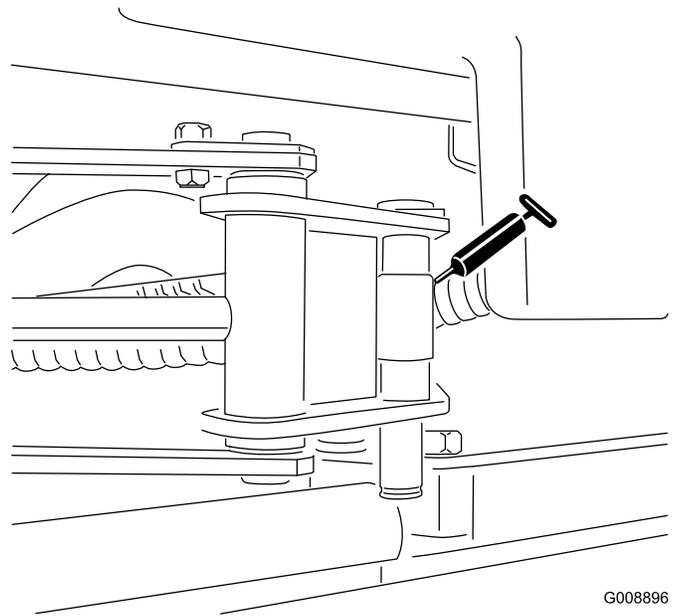

Bild 47
- SideWinder-Zylinderenden (2; nur Modell 03171) (Bild 47)